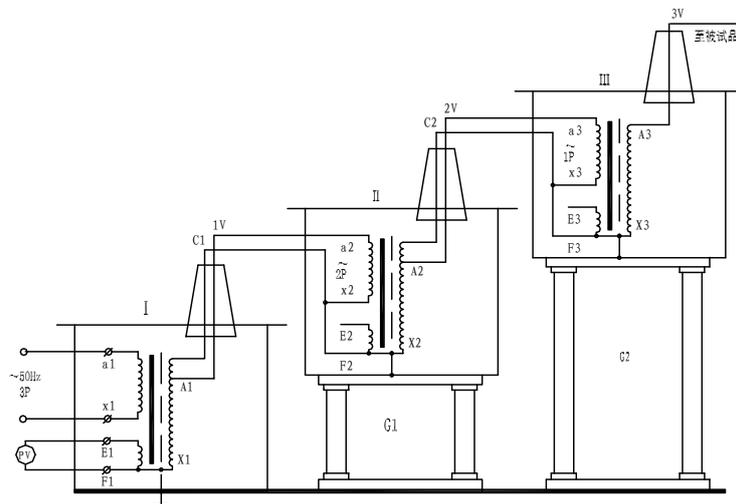

图 5：三台试验变压器串级接线原理图
3、三台试验变压器串级获得更高电压的接线原理见图 5。串级高压试验变压器有很大的优越性，因为整个试验装置由几台单台试验变压器组成，单台试验变压器容量小、电压低、重量轻，便于运输和安装。它既然可串接成高出几倍的单台试验变压器输出电压组合使用，又可分开成几套单台试验变压器单独使用。整套装置投资小，经济实惠。图 5 中，在第一级和第二级的每个单元试验变压器中都有一个励磁绕组 A1、C1 和 A2、C2。在串级试验变压器基本原理图中，低压电源加在试验变压器 I 的初级绕组 a1x1 上，单台试验变压 I、II、III 的输出电压都是 V。励磁绕组 A1、C1 给第二级试验变压器 II 的初级绕组供电；第二级试验变压器 II 的励磁绕组 A2、C2 给第三级试验变压器 III 的初级绕组供电。第二级试验变压器 II 和第三级试验变压器 III 的箱体分别处在对地为 1V 和 2V 的高电位上，所以箱体对地是绝缘的，试验变压器 I 的箱体是接地的。这样第一级、第二级、第三试验变压器对地的额定输出电压分别为 1V、2V、3V；其额定容量分别为 3P、2P、1P。